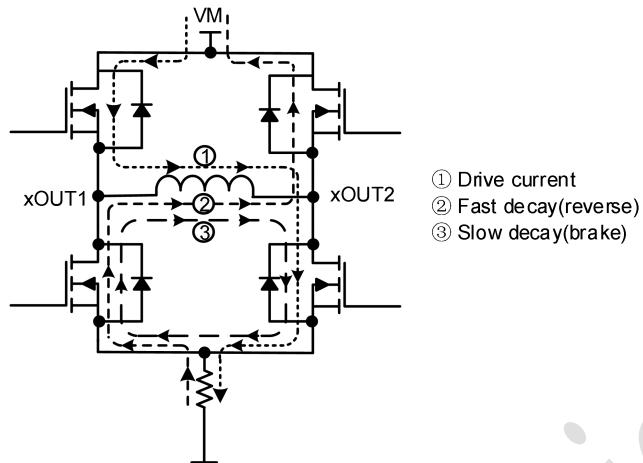

图 2. 衰减模式
在 PWM 斩波过程中, H 桥驱动电流通过电机绕组, 直到达到 PWM 斩波阈值。这在图 2 中显示为①。电流流向显示为正电流流向。一旦达到斩波电流阈值, H 桥可以工作在两种不同的状态, 快速衰减或缓慢衰减。
在快速衰减模式下, 一旦达到 PWM 斩波电流水平, H 桥变为反转状态, 允许绕组电流反向流动。当绕组电流接近零时, 电桥被关闭以防止任何反向电流流动。快速衰减模式如图 2 中②所示。
在慢衰减模式下, 绕组电流通过电桥中的两个低侧 FET 重新循环。这在图 2 中显示为③所示。